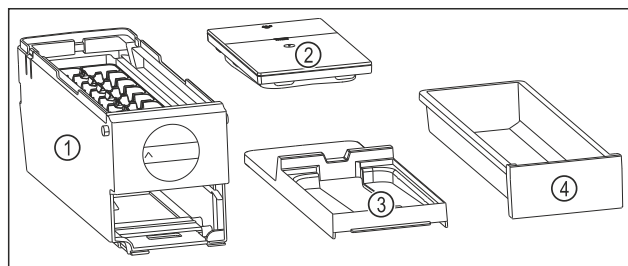

Fig. 89 Dele af EasyTwist-Ice
- ▷ EasyTwist-Ice er adskilt i fire dele. (se Fig. 89)
- ▶ EasyTwist-Ice må kun adskilles i de afbildede dele. (se Fig. 89)
- ▶ Rengør EasyTwist-Ice-legemet Fig. 89 (1) som en helhed.